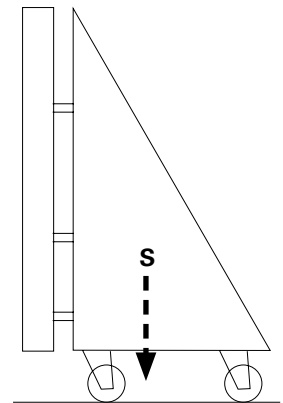

Fig. B4.04
- Includere le ruote orientabili in modo tale che il baricentro totale si trovi tra di esse. (Fig. B4.04)